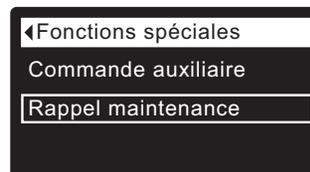

FIG. 81
5. Appuyez sur le sélecteur (O) pour afficher le menu des fonctions spéciales (cf. Figure 81).
9. Appuyez sur le sélecteur (O) : l'afficheur revient au menu des fonctions spéciales (cf. Figure 81).